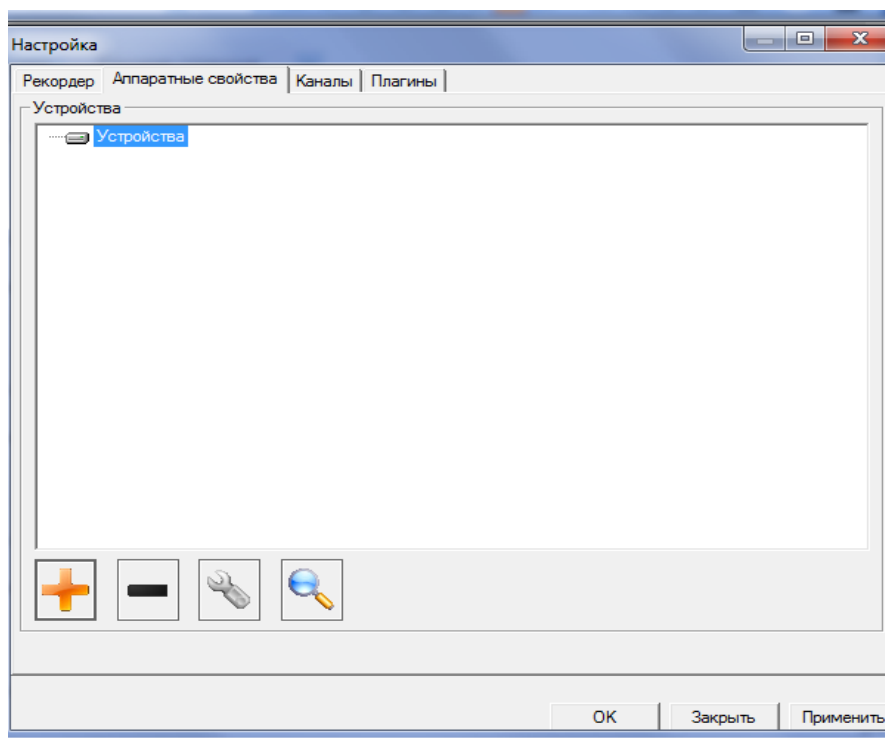

Рис. 9. Закладка «Аппаратные свойства»
2.2.4.5 В закладке «Аппаратные свойства» выделить строку «Устройства» (см. Рис. 9),